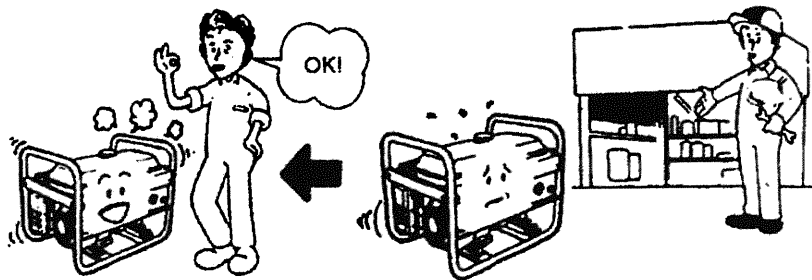

Fig. 57
- Si el problema continúa después de seguir los pasos, consulta con su distribuidor para ayuda. (Figure 57)